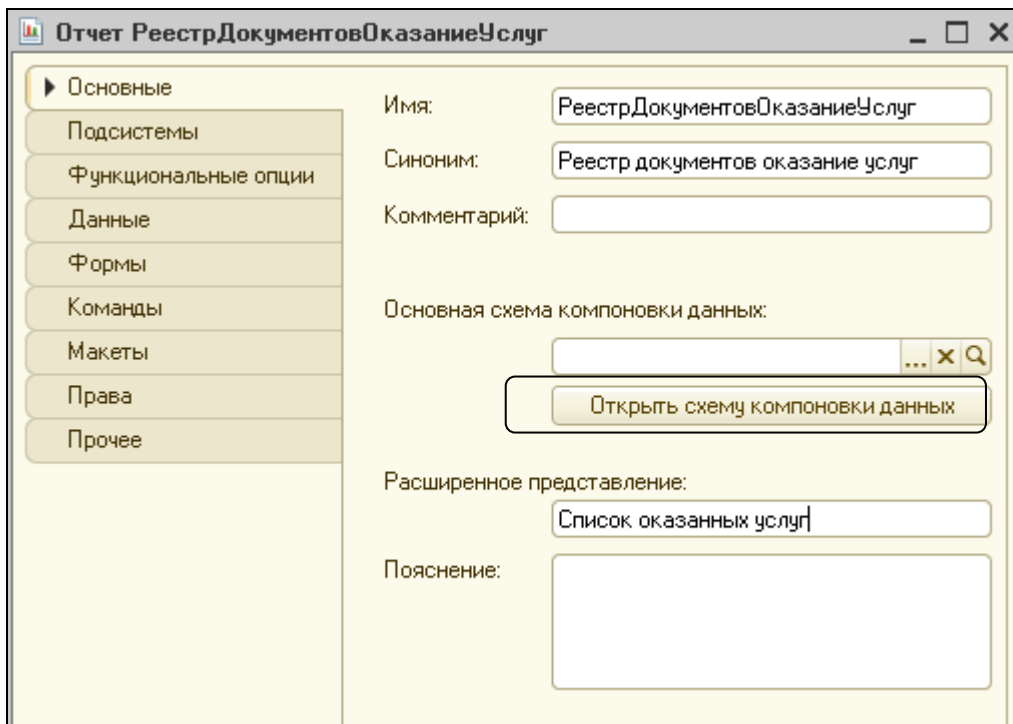

Рисунок 4.7 Зкладка Основные, отчета Реестр документов Оказанных услуг
1. В дереве конфигурации добавить объект конфигурации **Отчет**. Настроить вкладку **Основные** по образцу (рис.4.7).
2. Создать схему компоновки данных для отчета, нажав на кнопку **Открыть** **Схему компоновки данных** (рис. 4.7).